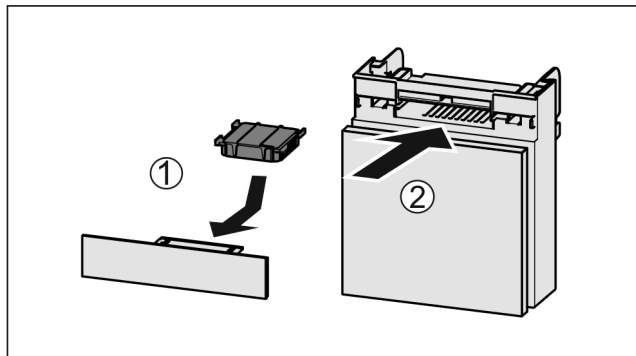

Fig. 36
- ▶ Установите фильтр с активированным углем, как показано на рисунке Fig. 36 (1).
- ▶ Фильтр с активированным углем ощутимо фиксируется. Если фильтр с активированным углем показывает вниз: Вставьте отделение Fig. 36 (2).